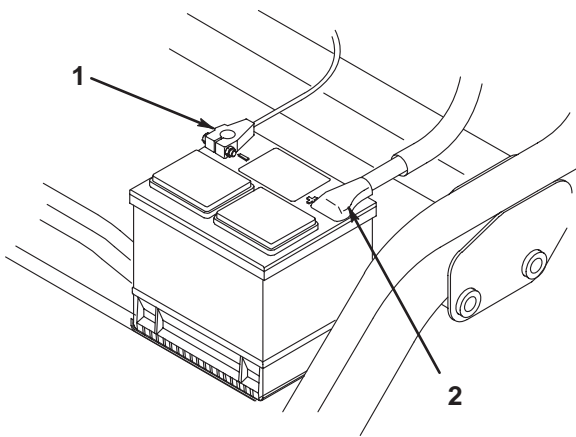

図 4
- バッテリーの(+)端子に赤い(+)ケーブルを、(-)端子には黒いケーブルを接続し、それぞれキャップスクリューとナットで固定する(図4)。ショート防止のために(+)端子にはゴムキャップを被せておく。